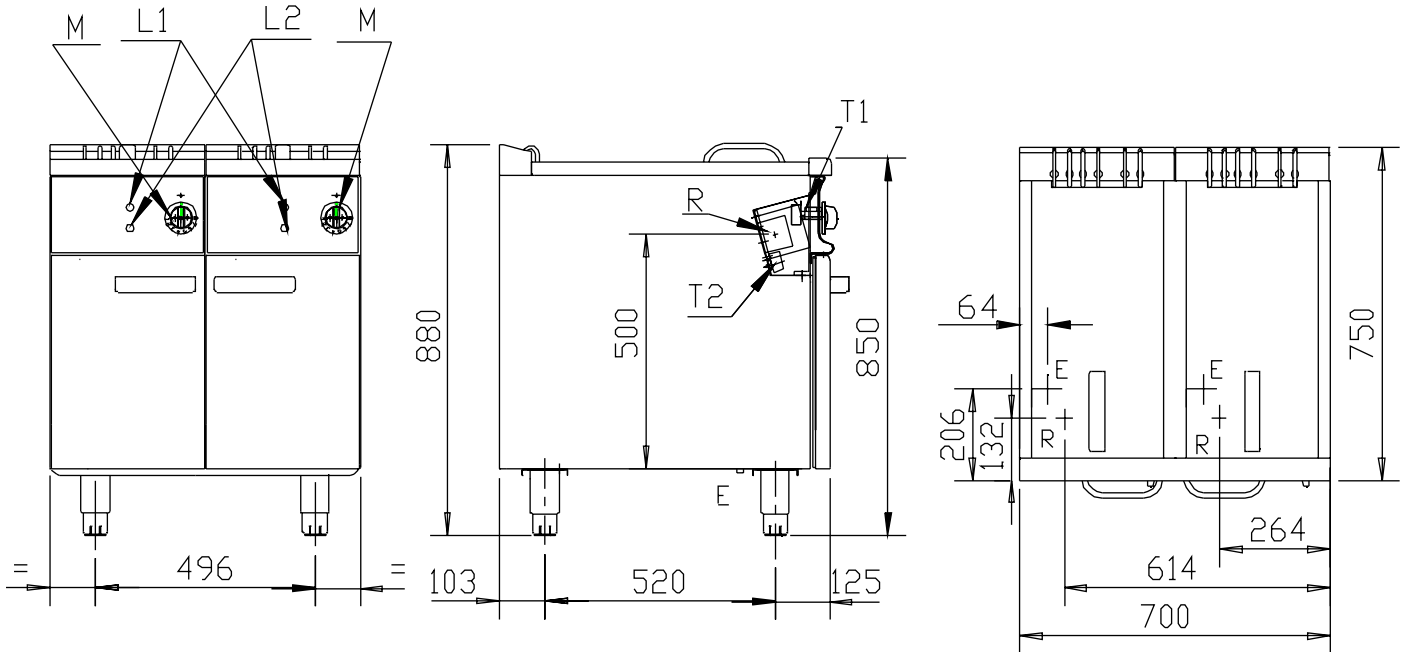
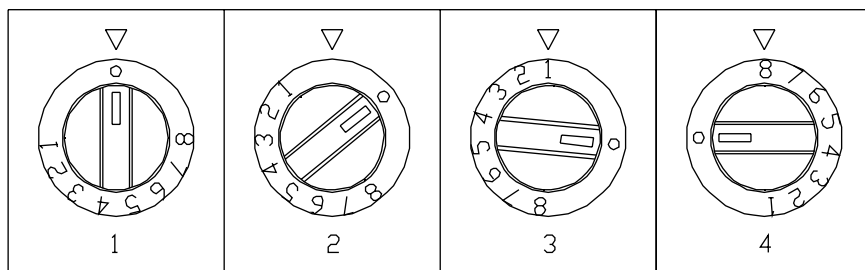

Fig. 1
Fig. 3
- b) Pasar el cable manguera por el prensa-estopas “E” (Fig. 1) y conectar a la regleta “R” (Fig. 1).
- c) Conectar la manguera de entrada a la regleta de conexiones “R” (Fig.1).
- d) Es indispensable realizar una buena conexión a tierra, desde la regleta de conexiones “R” (Fig. 1).
- c) Girar el mando del termostato “M”, en sentido horario, hasta la posición de máquina conectada (Fig. 3, nº 2) de forma que se encienda la lámpara “L1” color verde (Fig. 1).
- d) A partir de este momento, para poner en marcha el aparato, girar el mando del termostato, en sentido horario, hasta la posición deseada (Fig. 3, nº 3 y 4), dependiendo de la temperatura que pretendamos alcanzar (Fig. 5).
La lámpara “L2” color ámbar (Fig.1), se ilumina cuando funcionan las resistencias.
Girar el mando del termostato “M” (Fig. 1) en sentido antihorario, hasta la posición de apagado (Fig. 3, nº 1), apagándose la lámpara verde.
- 1.- Termostato eléctrico "T1" (Fig. 1).
- 2.- Termostato limitador de seguridad "T2" (Fig. 1).
- 3.- Lámpara de máquina conectada "L1" (Fig. 1).
- 4.- Lámpara funcionamiento de resistencias "L2" (Fig. 1).